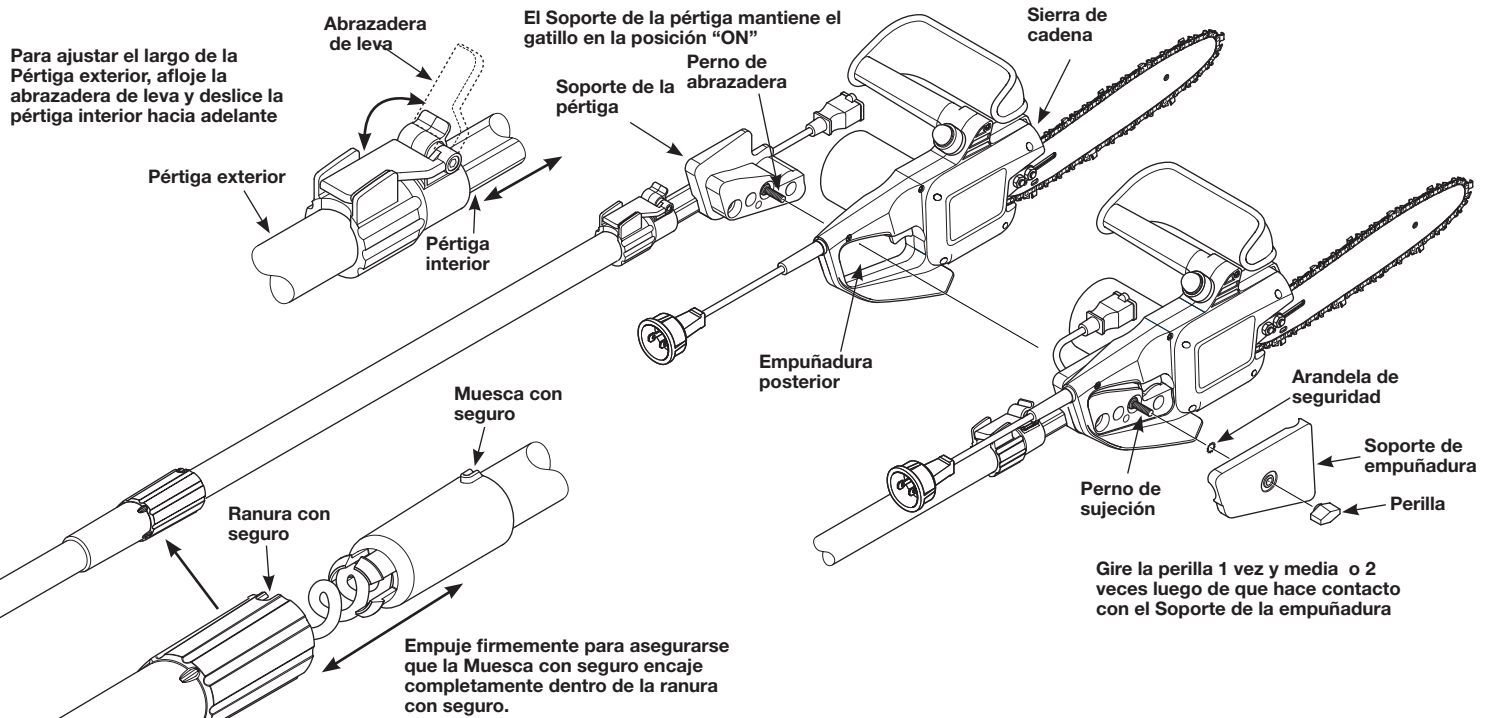

Fig. 4B Instrucciones de ensamblaje para conectar el ensamblaje de la pértiga telescópica a la sierra de cadena
2. Alinee ambos extremos del ensamblaje de la pértiga telescópica de modo que la muesca de seguridad se pueda insertar en la ranura de seguridad (Fig. 4B). El ensamblaje de la pértiga está diseñado para permanecer fijo y no desensamblarse más adelante.
5. Alinee el soporte de la pértiga dentro de la empuñadura posterior de la sierra de cadena, como se muestra. (Fig. 4B)
7. Deslice el soporte de la empuñadura sobre el perno de sujeción, como se muestra. (Fig. 4B)